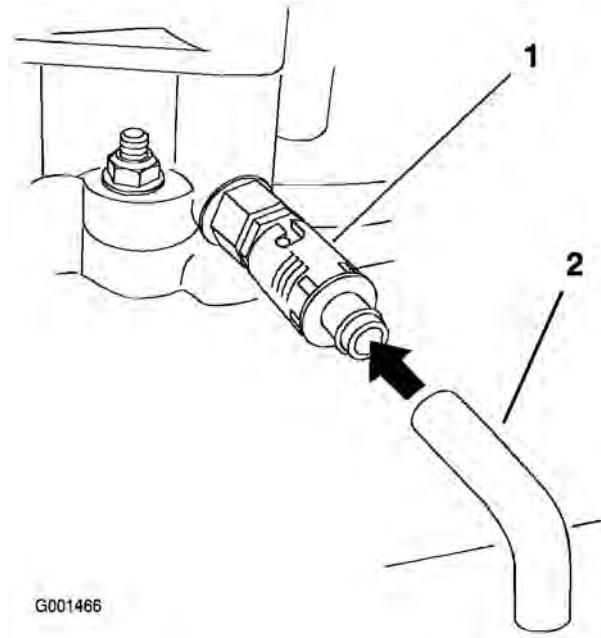

Figure 35
- Placez un bac sous le flexible de vidange. Tournez le robinet de vidange d'huile pour permettre à l'huile de s'écouler (Figure 35).
- Enlevez le flexible de vidange (Figure 35).